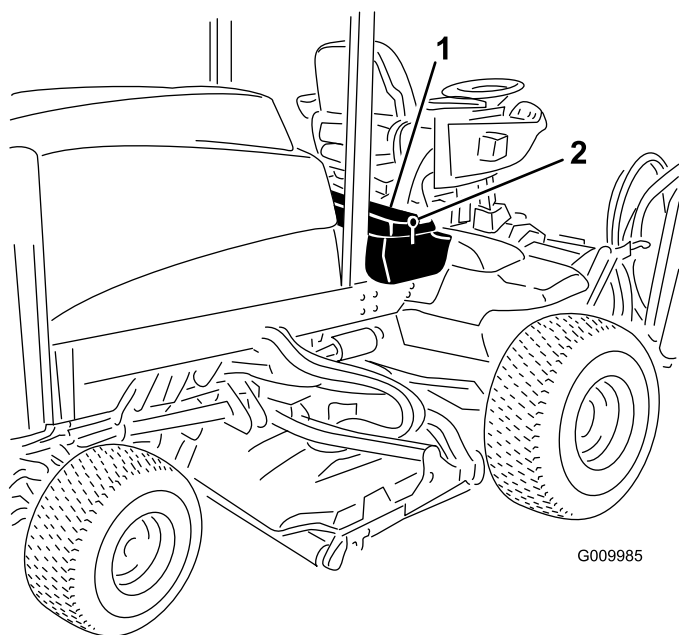

Figura 36
1. Sbloccate e sollevate il pannello comandi dell'operatore (Figura 36).